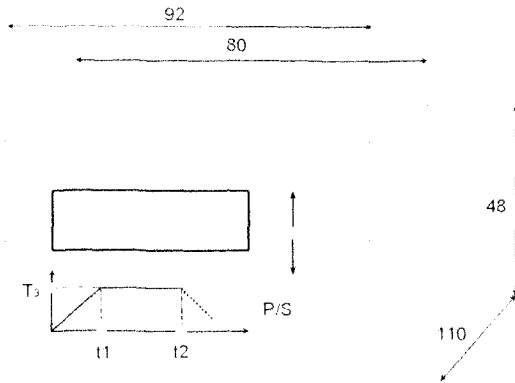

Рисунок 3.1 - Общий вид прибора
3.1 Конструктивно все элементы прибора объединены в блок, заключенный в металлический корпус (Рисунок 3.1). Последний расчитан на шиновой утолщенный монтаж на вер-